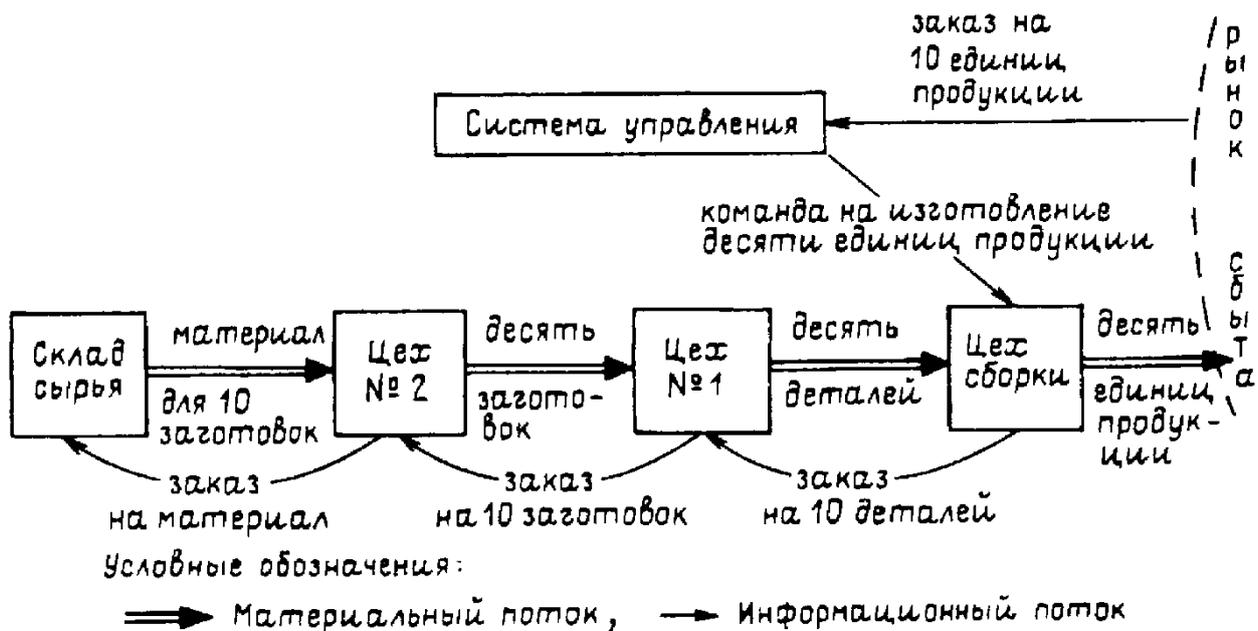

Рис. 2 - Тянущая система управления материальным потоком в рамках внутрипроизводственной логистической системы
2. Тянущая система - система организации производства, в которой детали и полуфабрикаты подаются на последующую технологическую операцию с предыдущей по мере необходимости (рис.2). Здесь центральная система управления не вмешивается в обмен материальными потоками между различными участками предприятия, не устанавливает для них текущих производственных заданий. Производственная программа отдельного технологического звена определяется размером заказа последующего звена. Центральная система управления ставит задачу лишь перед конечным звеном производственной технологической цепи.